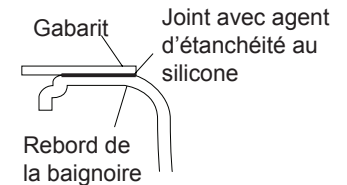

Fig. 13
6. Appliquez un boudin d'agent d'étanchéité en silicone continu autour de tout le joint entre le comptoir et le rebord de la baignoire. Laissez l'agent d'étanchéité sécher conformément aux directives du fabricant (Figure 13).